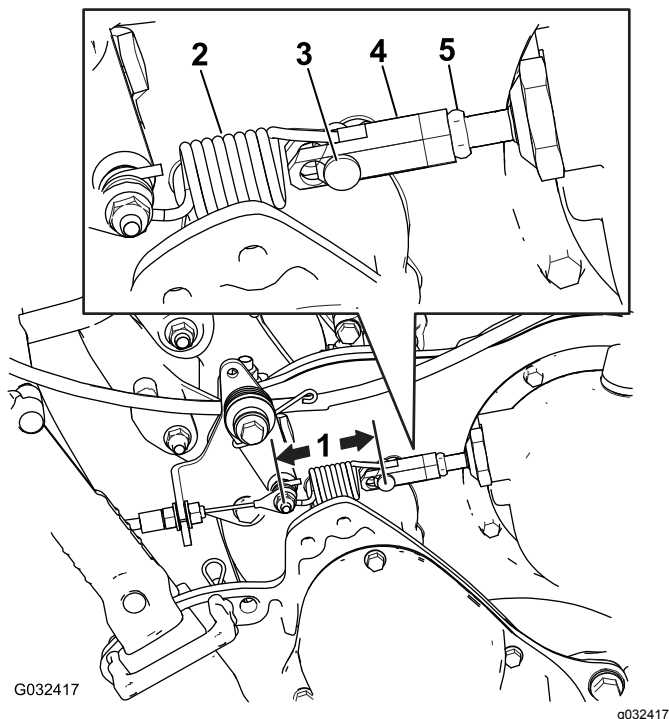

図 48
2. 走行コントロールのスプリングの両端にあるピンとピンの距離 図 48 が 7.37.6cm にない場合は、以下の手順でクラッチの調整を行う。
- B. ターンバックルについているジャムナットをゆるめてクレビスピンを外し、ターンバックルからスプリングを外す 図 48。
- F. 走行コントロールのスプリングの両端にあるピンとピンの距離 図 48 が 7.37.6cm になるまで、ステップAFを繰り返す。